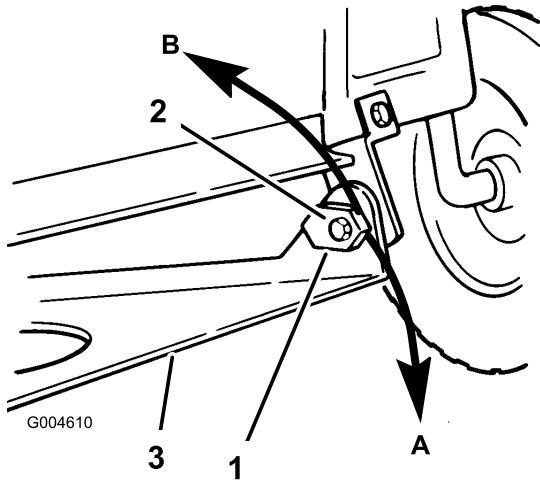

Figure 48
15. Réglez l'inclinaison avant/arrière en tournant les écrous spéciaux situés de part et d'autre du pivot de plateau (Figure 48).
16. Vissez lentement l'écrou de réglage d'inclinaison gauche vers le bas pour relever l'avant de la machine (Figure 48). Tournez l'écrou de réglage jusqu'à ce que l'avant du plateau soit de 6 à 16 mm plus bas que l'arrière.